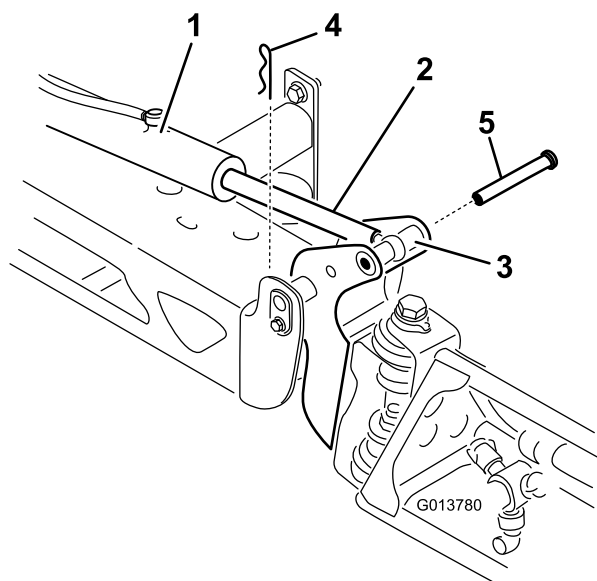

图 96
2. 从枢轴销图 96 上拆下开口销。
3. 向上提起喷洒臂拆下柱销然后将喷洒臂慢慢放到地面上图 96。
8. 支撑住喷洒臂的同时将柱销插入喷洒臂枢轴和提升器杆图 96。